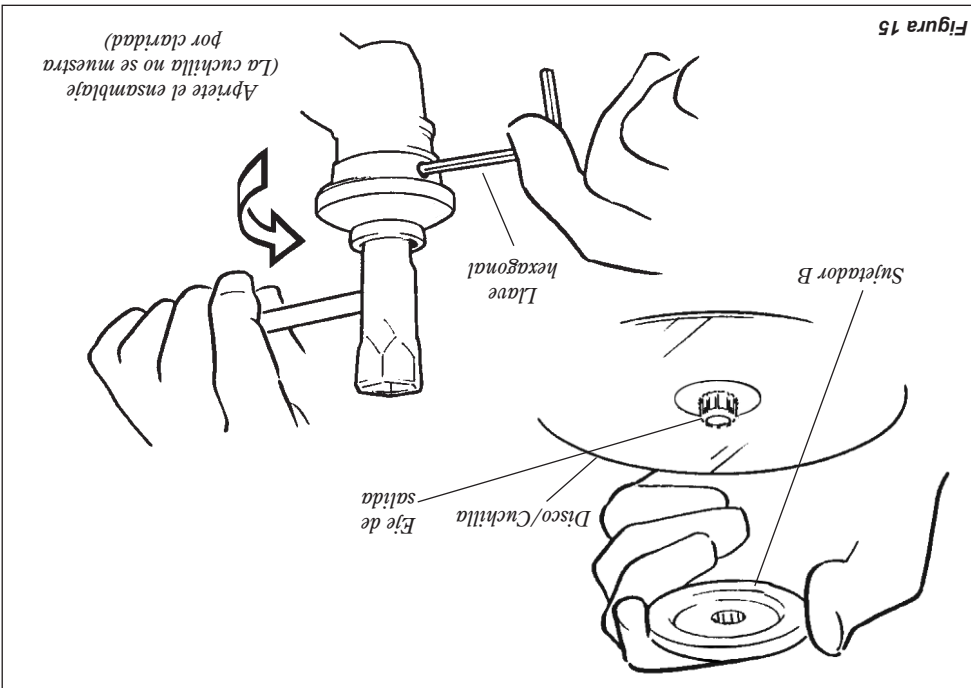

Figura 15
3. Instale el sujetador B en el eje de salida. Consulte la figura 15. El reborde en el soporte debe cubrir completamente el reten de seguridad, y debe encajar apretadamente contra la cuchilla.